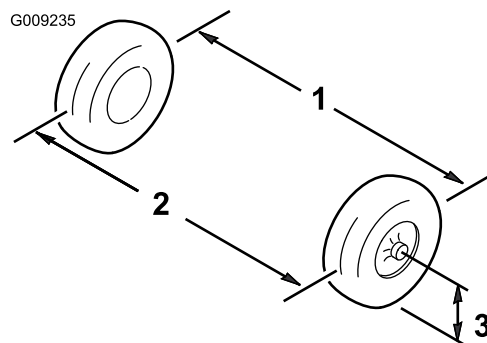

Figura 33
3. Meça a distância entre os pneus dianteiros à altura do eixo na zona dianteira e traseira dos pneus dianteiros (Figura 33).